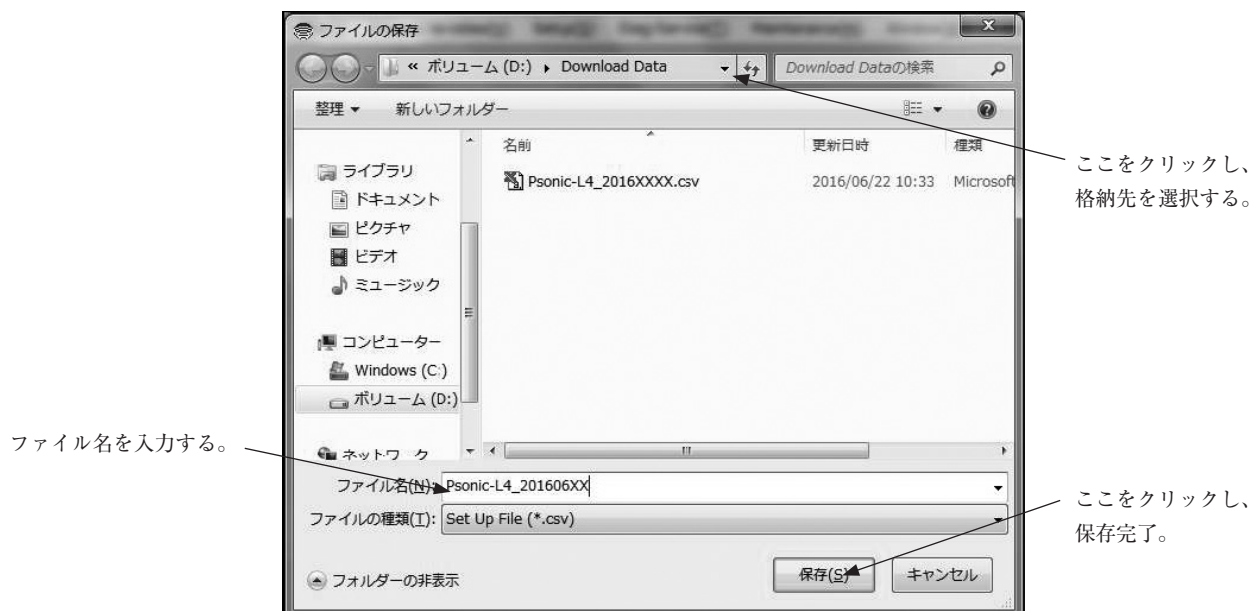

図3-86
- ③ Upload 終了後、図3-86 のダイアログが表示されます。保存するファイル名を入力し、「保存 (S)」ボタンをクリックします。